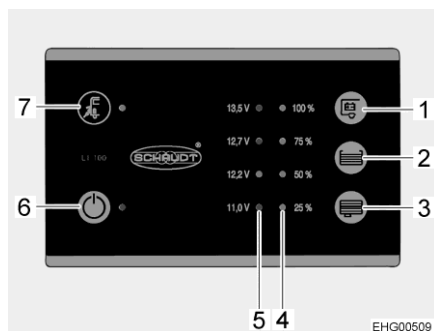

Fig. 73 Panel (LT 100)
El LED amarillo en el símbolo de conexión a la red "⚡" (Fig. 73,7) estará iluminado mientras que el vehículo esté conectado a una alimentación de red externa. Entonces, el LED también estará iluminado al estar el panel desconectado.
El interruptor principal de 12 V (Fig. 73,6) conecta y desconecta el panel y la alimentación de 12 V del habitáculo.
- Pulsar el interruptor "⏻" (Fig. 73,6): La alimentación de 12 V del habitáculo está conectada. El LED está iluminado de color verde.
- Volver a pulsar el interruptor "⏻" (Fig. 73,6): La alimentación de 12 V del habitáculo está desconectada. El LED se apaga.
La serie de LED (Fig. 73,5) indicará la tensión de batería de la batería del habitáculo del modo siguiente:
- Pulsar la tecla "⏻" (Fig. 73,1): Indica la tensión de la batería del habitáculo.
La serie de LED (Fig. 73,4) indicará el nivel de llenado del depósito de agua potable o del depósito de aguas residuales.
Pulsar la tecla "f" (Fig. 73,2): Los LED iluminados indicarán el nivel de llenado del depósito de agua potable.
Pulsar la tecla "g" (Fig. 73,3): Los LED iluminados indicarán el nivel de llenado del depósito de aguas residuales.